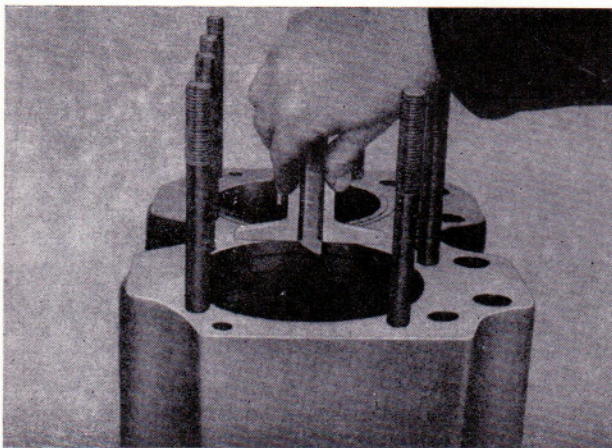

Bild 100
- Mit einem Tiefenmaß die Tiefe der Zylinderlaufbuchsenauflage kontrollieren (Bild 100).